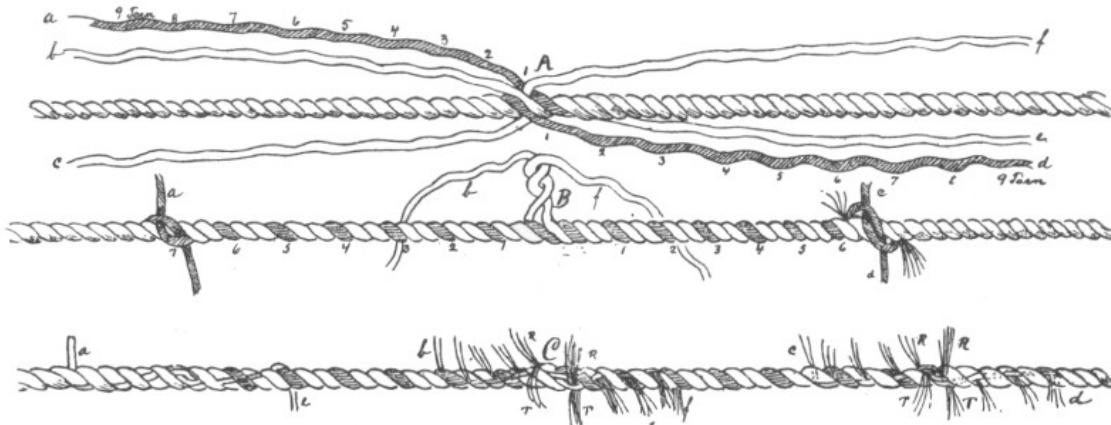

Fig. 147. Langsplejsning.
Først slaes 9 Tørn op paa de to Tampe, og disse stikkes ind i hinanden som vist i Fig. 147 A. Kordelerne (b) og (f) drejes om hinanden et Par Gange, se Fig. 147 B. Derefter slaes Kordelen (c) ud af Tovet, og d lægges ind paa dens Plads saa nøjagtigt som muligt indtil 7 Tørn fra Midten. Paa samme Maade lægges Kordelen (a) ind i Stedet for (e) 7 Tørn til den anden Side fra Midten, se Figuren. Tappen (c) kappes af i passende Længde, og knapt Halvdelen af Garnene lægges fra; det samme gøres ved (d), og begge Kordeler tjæres lidt, før de forenes ved en Halvknot, se Fig. 147 B, (c) og (d). Er Tovværket meget slidt, knobes der med fuld Kordel som ved (a).
Naar Knoben er halet tot og er jævn med de øvrige Kordeler, splejses Tappene ind paa samme Maade som ved Kortsplejsning, og ved første indstik lægges Halvdelen af de Garn, der blev taget fra ved Knobningen, ud til hver sin Side af Kordelen, se (R) og (T) i Fig. 147 C. Der gøres tre Indstik med Tappene paa hver Side af Knoben, og hver af de to sidste Gange tages der nogle Garn fra, saa Splejsningen kan faa et pænt og jævnt Udseende. Ved en Langsplejsning knobes Kordelerne altsaa tre Steder, der ligger 7 Tørn fra hverandre, og de 6 Tampe splejses ind tre Gange hver. Efter at hele Splejsningen er blevet strakt godt, kappes alle Tampe.